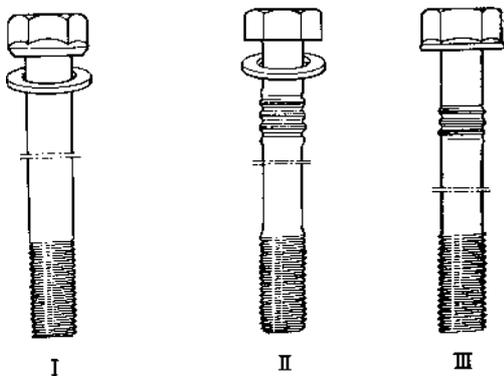

Fig. 28. Vis de culasse, moteurs de la série 100
**Moteurs de la série 100** : les vis de culasse I et II (figure 28) devront être montées avec la rondelle. La vis III peut remplacer les vis I et II mais remarquer que la rondelle ne devra pas être montée.